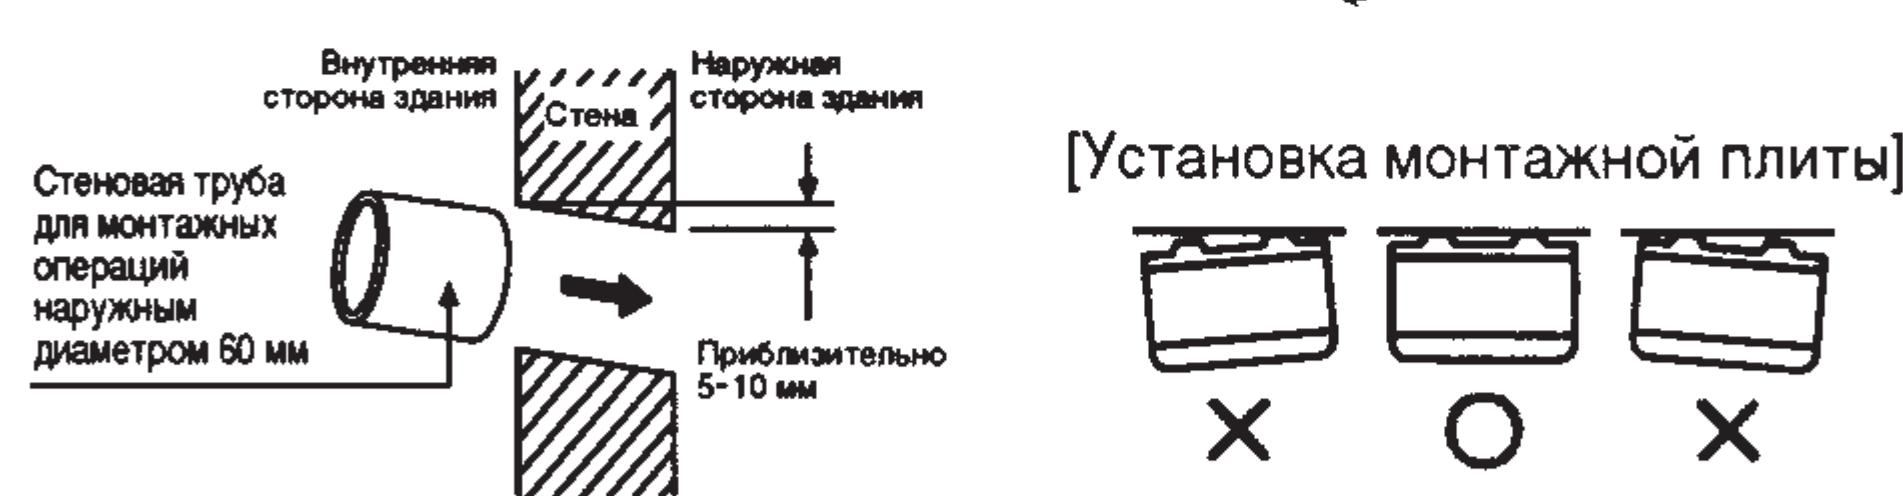

Рис. 2
3. Просверлите в стене под углом вниз сквозное отверстие диаметром 65 мм (рис. 2).
4. Для защиты в отверстии стены связанных кабеля и трубопровода используйте в качестве гильзы стеновую трубу диаметром 60 мм (рис. 2).